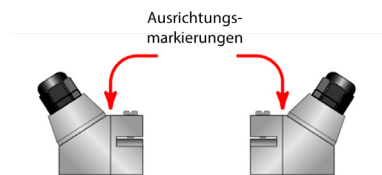

Abbildung 7: Ausrichtungsmarkierungen der Sensoren
2. Richten Sie die Sensoren auf dem Rohr aus, um optimale Zuverlässigkeit und Leistung zu gewährleisten. Messen Sie den Abstand zwischen den beiden Ausrichtungsmarken an den Seiten der Sensoren. Diese Markierungen befinden sich etwa 19 mm hinter der Nase der RZ-, NZ-, YZ- und HZ-Sensoren und 30 mm hinter der Nase der LZ- und YZ-Sensoren. LZ, YZ Siehe Abbildung 7.